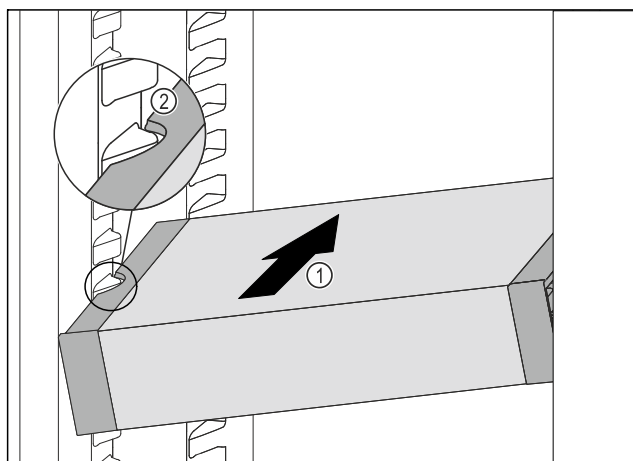

Fig. 123
- ▶ VarioSafe zasúvajte šikmo do chladničky Fig. 123 (1), kým sa bočné vybrania Fig. 123 (2) VarioSafe nebudú nachádzať vo výške rebra nádoby v chladničke.